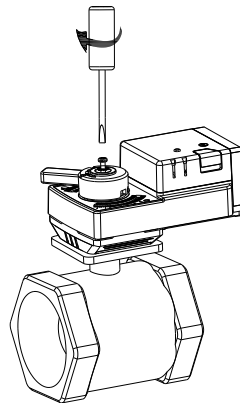

图 6
- (4) 将附件螺杆及防滑垫片装入后拧紧螺杆, 见图 6, 即完成球阀执行器与阀体的连接。